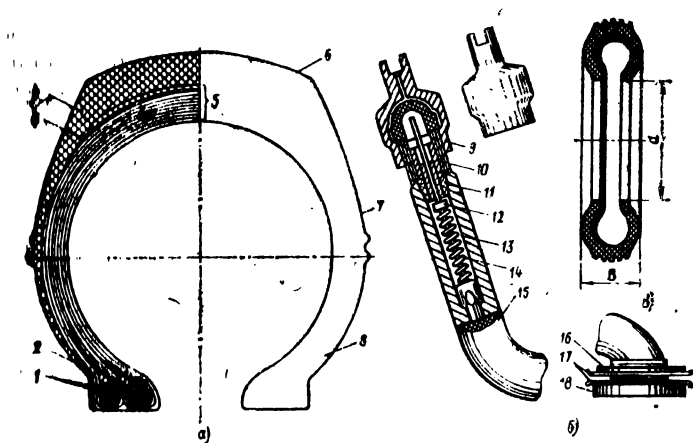

Рис. 44
IX. На рис. 44а изображен разрез автомобильной покрышки с ее элементами. Как называются элементы покрышки, обозначенные на рисунке цифрами 1, 2 и 8?
X. Какими цифрами на рис. 44а обозначены подушечный слой (брекер), протектор, каркас и борт покрышки?
Задание 99. I. Какими цифрами на рис. 44а обозначены беговая дорожка, боковая стенка, сердечник?
VIII. Какими цифрами (рис. 44б) обозначены **к**л-пачок, **з**олотник, **в**тулка золотника, **к**лапан, **с**тержень, **п**ружина, **ф**ланец, **ш**айбы, **г**айка, **к**орпус?
X. Что означают буквы **d** и **B** (рис. 44в) на по-крышке?